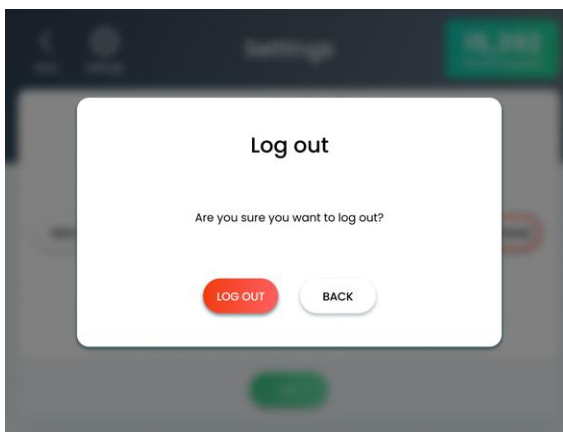

Figura 5-5. Pantalla de cierre de sesión
2. Pulse el botón **Logout** (Cerrar sesión); aparecerá la pantalla Log Out (Cerrar sesión), como se muestra en la Figura 5-5.